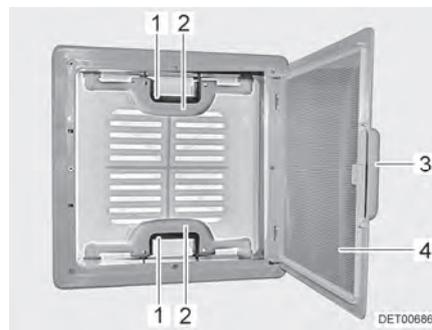

Fig. 51 Lanterneau à poussoirs
- Tirer sur la poignée (Fig. 51,3).
- Rabattre la moustiquaire (Fig. 51,4) vers le bas.
- Appuyer sur le verrou (Fig. 51,1) vers l'intérieur du lanterneau. Pousser le lanterneau simultanément vers le haut par la poignée (Fig. 51,2).
- Faire basculer la moustiquaire (Fig. 51,4) vers le haut jusqu'à ce qu'elle s'enclenche.
- Tirer fortement le lanterneau vers le bas par les deux poignées (Fig. 51,2) jusqu'à ce que les deux poussoirs (Fig. 51,1) s'encliquettent.